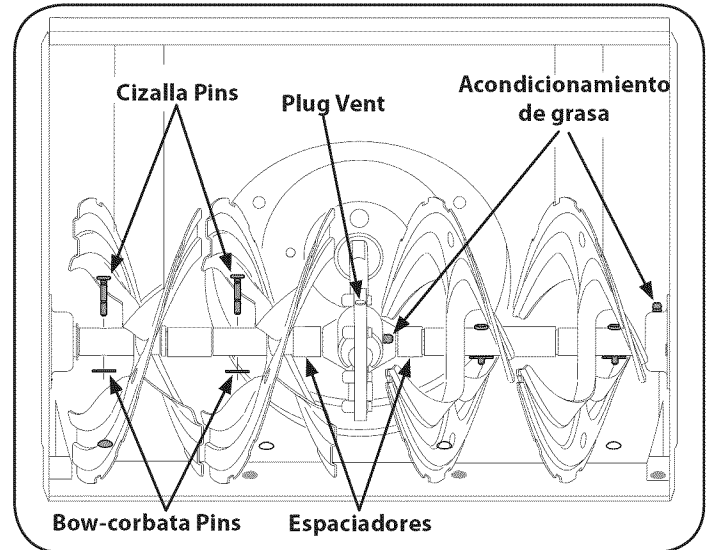

Figura 23
Accesorios de grasa también se puede encontrar en cada extremo del eje de la barrena. Lubricar con una pistola de grasa una vez por temporada. Vea la Figura 23.
4. De ambos lados del bastidor de montaje, de utilización de 1 / 2 "para quitar la llave hexagonal de toque tres tornillos que fijan el marco de la barra del ensamblaje. Consulte la Figura 23, sobre la anterior en esta sección.